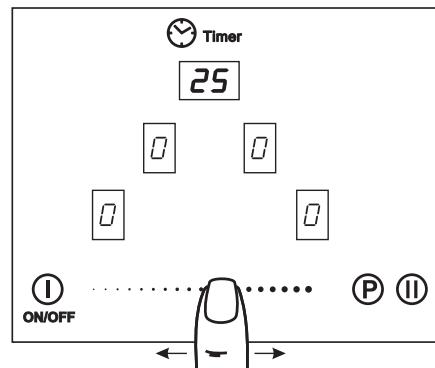

Рис.20
3. Перемещая палец по зоне **④** задать время работы конфорки от 0 до 99 минут (рис. 20).